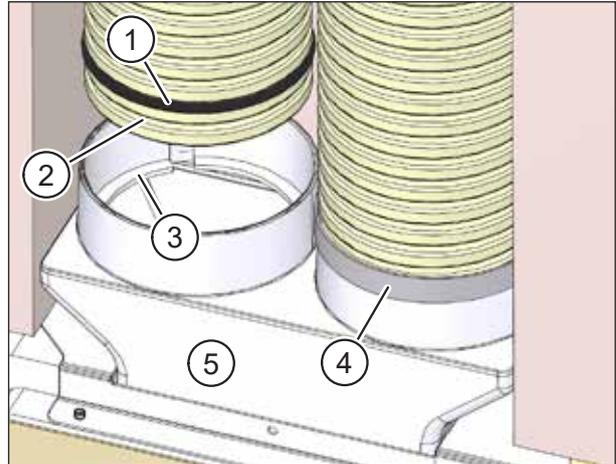

Abb. 58: Flexrohrverbindung mit Dichtband fixieren
- ▶ Setzen Sie Dichtringe (Pos. 1 in Abb. 58) in die zweite Rille am Flexrohr ein. Diese sind als Zubehör M-WRG-FR-DR75 (Art.-Nr. 5056-41/75) oder M-WRG-FR-DR63 (Art.-Nr. 5056-41/63) für die entsprechenden Durchmesser erhältlich.
- ▶ Setzen Sie die Flexrohre in die Öffnungen des Flexrohranschlusses ein. Stellen Sie sicher, dass die erste Rille am Flexrohr (Pos. 2 in Abb. 58) im Rastring (Pos. 3 in Abb. 58) des Flexrohranschlusses einrastet.
- ▶ Empfehlung: Dichten Sie die Verbindungsstelle mit einer Lage Dichtband von 30 mm Breite ab (Pos. 4 in Abb. 58).
- ▶ Setzen Sie den Flexrohranschluss (Pos. 5 in Abb. 58) in die Öffnung am Mauerkasten ein.